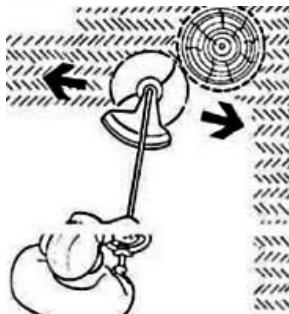

Рисунок 12
4.3.6 Тримерна жилка і котушка не повинні торкатись дротів, каміння, бордюрів, твердого покриття доріжок, огорож і подібних предметів, тому що це може привести до передчасного зносу (укорочення) тримерної жилки, пошкодження котушки або отримання травм користувачем. Слідкуйте, щоб робочий інструмент не стикався зі стовбурами дерев, чагарників та інших насаджень для запобігання їх пошкодження (рис.12).